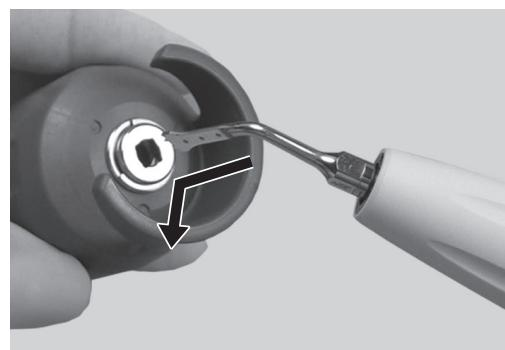

Fig. 16
- 2) Inserire la sagoma quadrata della punta nella fessura della chiave per le punte. (Fig. 16)